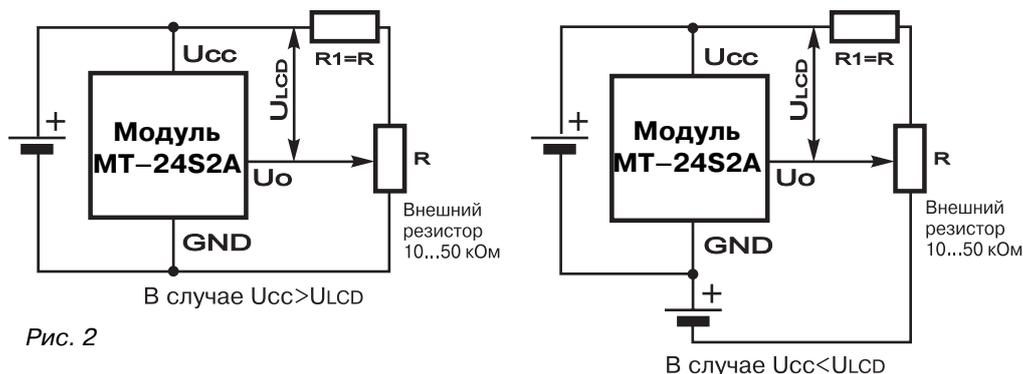

Рис. 2
При напряжении питания модуля 3В контрастность на заводе-изготовителе установлена на максимум. Уменьшение контрастности производится подключением между выводами UO и GND внешнего резистора номиналом до 3 кОм. При напряжении питания модуля 5В контрастность модуля зависит от напряжения питания ЖК панели (ULCD) и температуры. Управление контрастностью производится внешним резистором (рис. 2). При поставке модуля контрастность настроена на UCC=5В, поэтому при напряжении питания модуля 5В, контакт 3(UO) необходимо объединить с контактом 1(GND). При температурах ниже 0°С регулировка контрастности необходима.